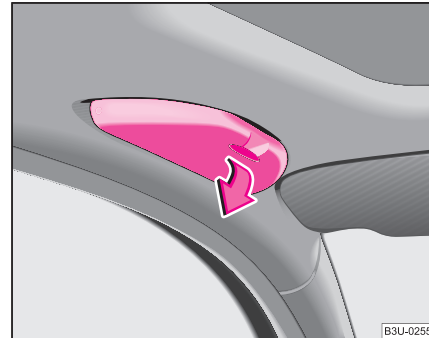

Fig. 91 Compartimentul pentru ochelari
- Acesta se deschide în sensul săgeții ♥ fig. 91.